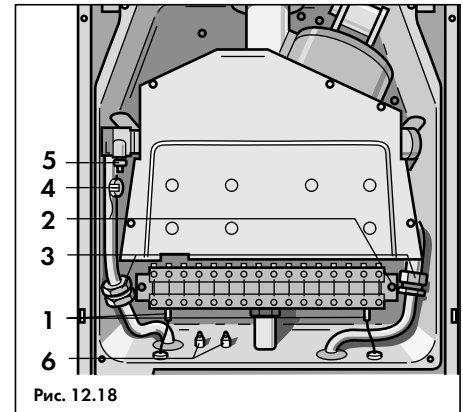

Рис. 12.18
- Разъединить разъем датчика NTC (4, рис. 12.18);
- Раскрутить резьбовые соединения (3, рис. 12.18) на обратной и подающей линии аппарата;